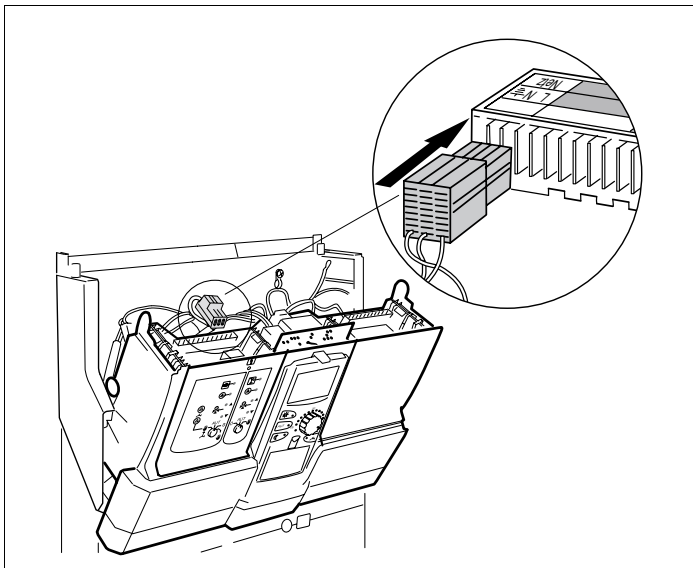

Fig. 7 Opprettelse av nettilkopling modulplass 1
- Kople 230-V-modultilkoplingspluggen til tilsvarende punkt i pluggbrettet (se forstørrelse i fig. 7).
- Kople 230-V-modultilkoplingspluggen (se fig. 7, side 16) og alle forbindelsesledninger fra modul ZM 424 og fest dem i parkeringsposisjon.